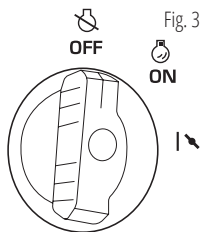

Fig. 3
4. Setări comutatorul 3-în-1 pe „OFF” (Fig. 3).